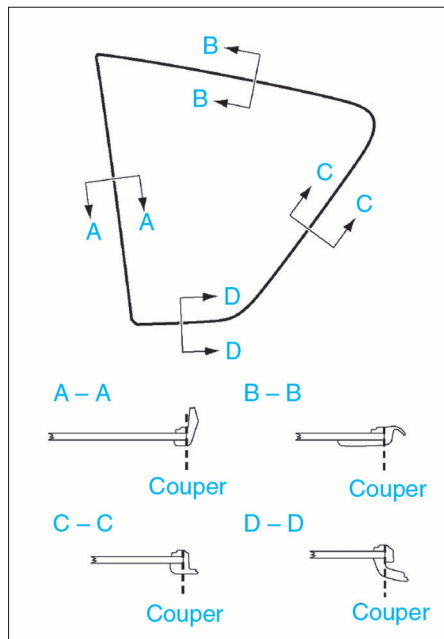

FIG. 6
- Déposer la moulure en la découpant comme illustré (Fig.6).